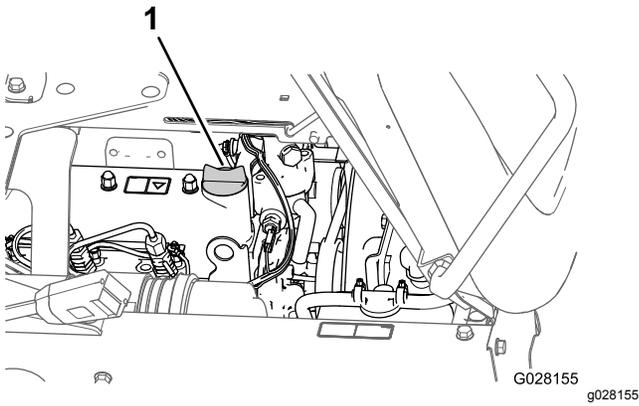

Figura 70
3. Si el nivel de aceite es bajo, retire el tapón de llenado de la tapa de válvulas (Figura 70) y vierta aceite por el cuello de llenado hasta que el aceite llegue a la marca Lleno de la varilla.